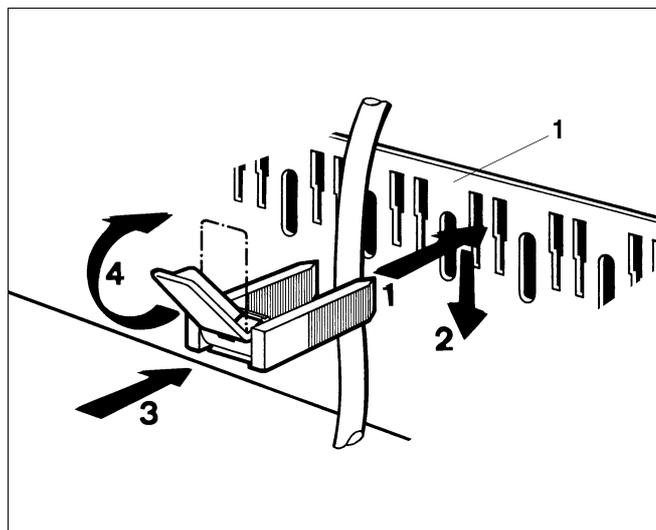

Abb. 13 Leitung mit Kabelschellen sichern
- Kabelschelle mit eingelegerter Leitung von oben in die Schlitz des Schellenrahmens (Abb. 13, **Pos. 1**) einsetzen; der Steg des Hebels muss dabei nach oben zeigen (Abb. 13, Schritt 1).
- Kabelschelle herunterschieben (Abb. 13, Schritt 2).
- Gegendrücken (Abb. 13, Schritt 3).
- Hebel nach oben umlegen (Abb. 13, Schritt 4).